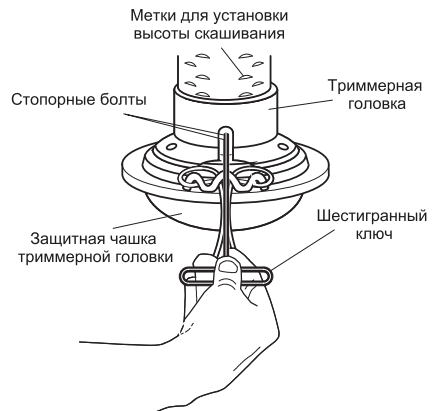

Рис.9
1. Используйте шестигранный ключ, ослабьте 2 стопорных болта (Рис. 9).